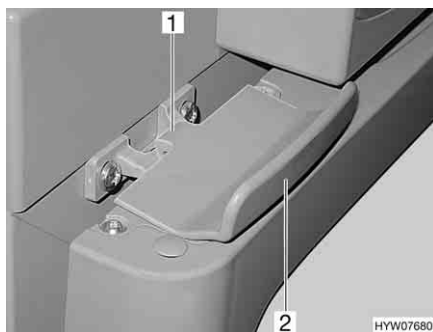

Bild 71 Verriegelung der Kühlschranktür, geschlossen (Thetford)
**Öffnen:** ■ Kühlschranktür am Griff (Bild 71,2) öffnen. Die Verriegelung (Bild 71,1) wird automatisch gelöst.